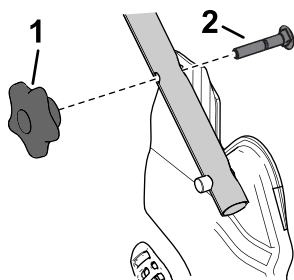

Figure 23
1. Retirez les 2 boutons de guidon et les 2 boulons de carrosserie des supports du guidon (Figure 23) et conservez-les.